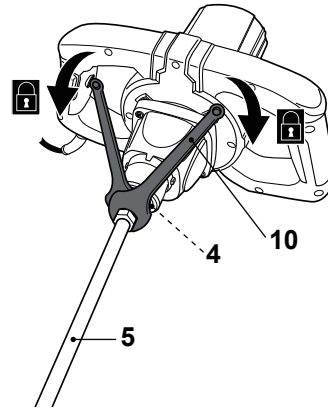

Fig. 4
>Bloquear a tomada (4) com uma chave de montagem (10) e fixar o eixo (5) no sentido dos ponteiros do relógio com outra chave de montagem (10) agarrando a porca soldada (Fig. 4).